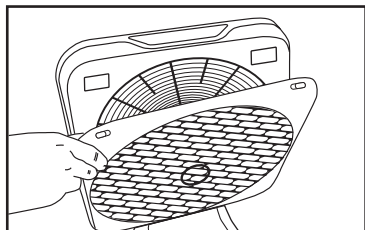

Fig. 8
2. Tirer la grille vers l'extérieur jusqu'à ce que les languettes, au bas de la grille, glissent aisément hors de l'appareil. Voir Fig. 8 et 9